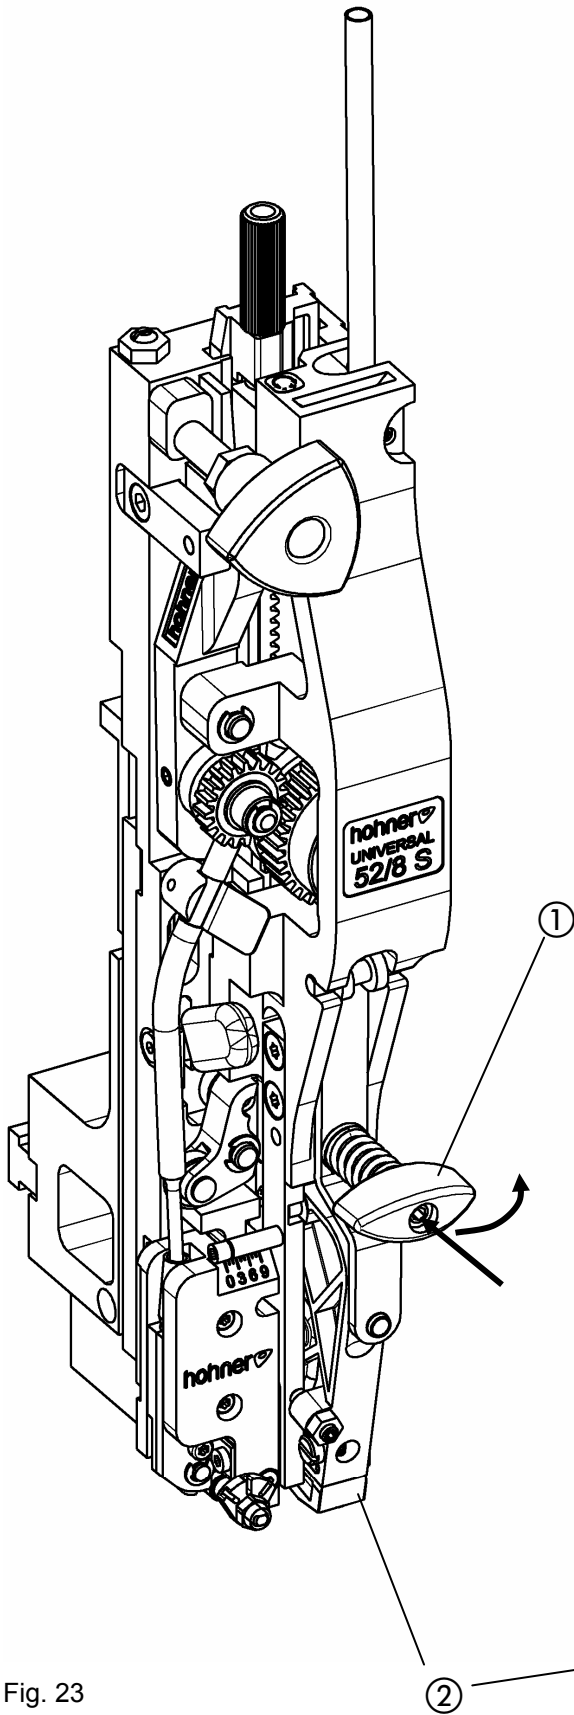
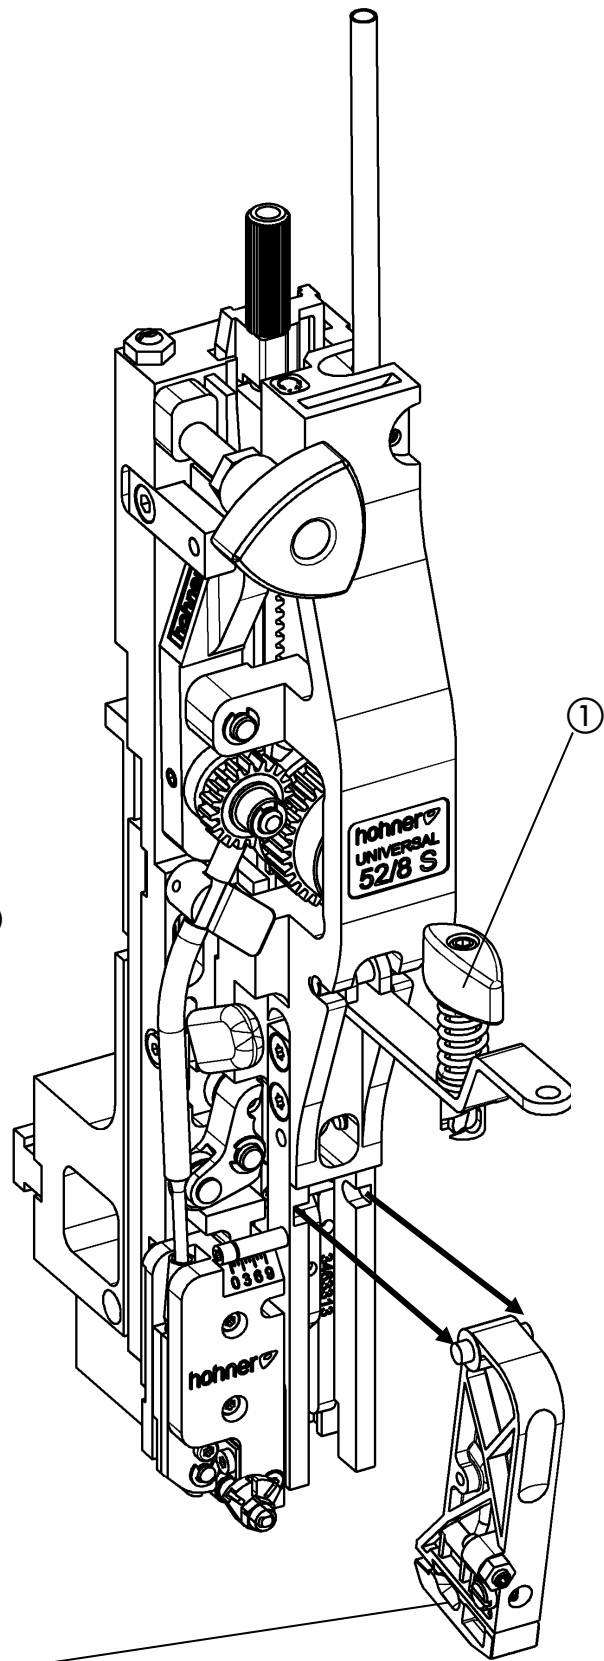

Fig. 23
Fig. 24
- Fig. 23, Fig. 24 -
- Presionar ligeramente la manilla de tensado ① girarla 90° hacia la izquierda (en sentido contrario a las agujas del reloj) y abatirla hacia arriba.
- Extraer el moldeador ② por delante.